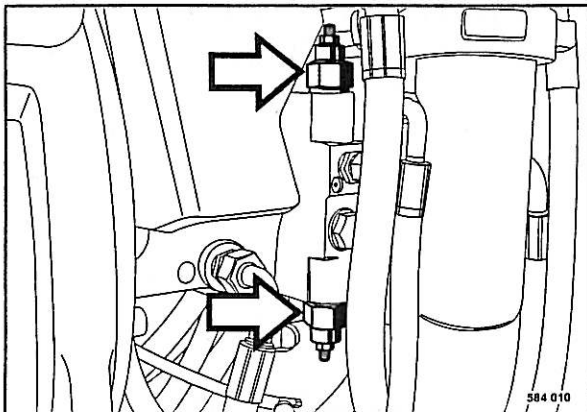

Fig. 59
- Para la conmutación de derivación de la bomba de marcha, hay que soltar las contratueras de las dos válvulas limitadoras de alta presión (Fig. 59).